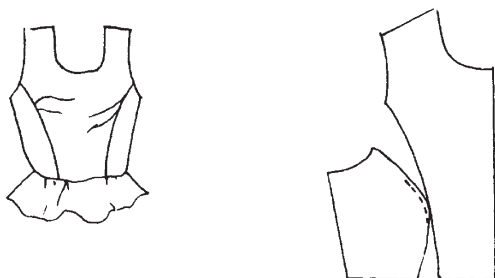

Рис. 47. Слабина на линии рельефа выше выпуклости груди
*Дефект 13:* слабина на линии рельефа выше выпуклости груди (рис. 47).